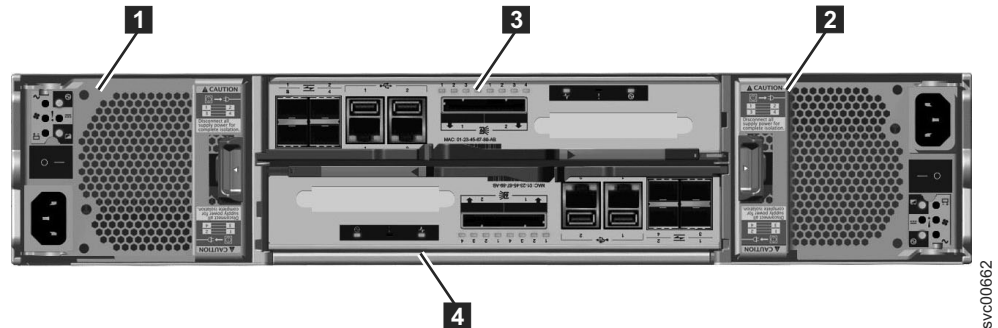

Figura 3. Vista Posterior de um Gabinete de Controle Modelo 2076-112 ou Modelo 2076-124
O Figura 3 mostra a visão posterior de um gabinete de controle e identifica o local das unidades da fonte de alimentação e das caixas.
- Duas caixas são instaladas no meio do gabinete. Cada caixa é conhecida como uma caixa de nó. A caixa superior, conforme mostrado na Figura 3, é a caixa **3**, e a caixa inferior é a caixa **4**. A caixa **3** está na parte superior para cima e a caixa **4** está invertida, na parte superior para baixo.